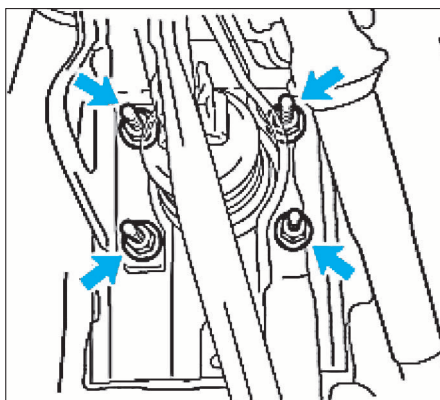

FIG. 14
- Déposer les écrous du servofrein sur le tablier (fig. 14).